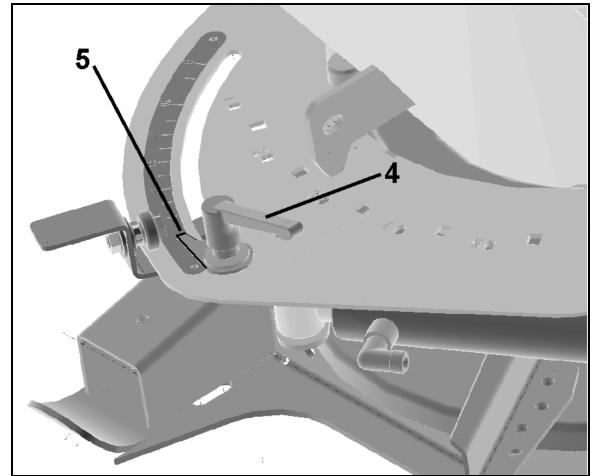

図 37
2. 調整レバー（図 37/4）を解除します。
3. 表示器の読み取りエッジ（図 37/5）が目盛りの希望する値を指すように、表示器と調整レバーを設定します。